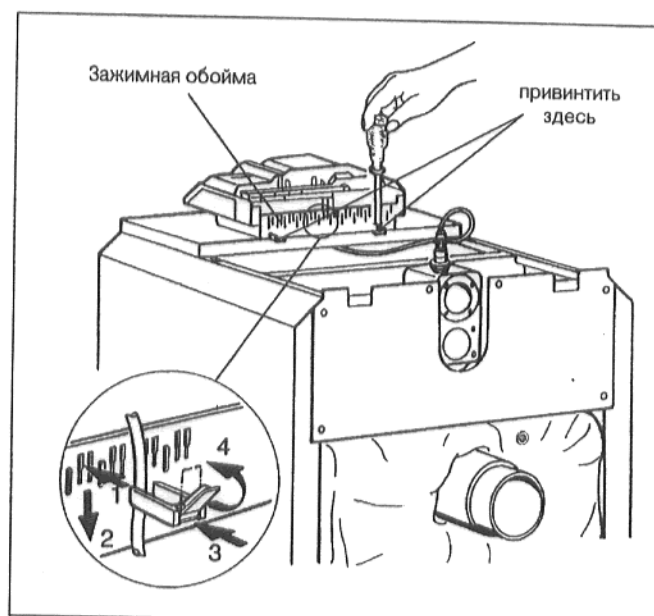

рис. 40
- Цоколь устройства регулирования в элементе для прохода кабеля привинтить двумя винтами для листового материала слева и справа к переднему кожуху котла (рис. 40).